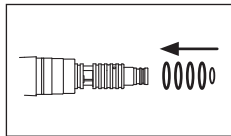

Fig. 44
- ❸ Insérez le jeu complet de nouveaux joints dans les rainures correspondantes (Fig. 44).